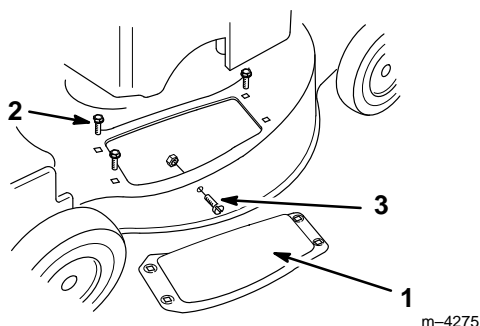

Figure 2
3. Retirer les trois boulons de fixation de la plaque d'obturation du carter de tondeuse (Fig. 2). Conserver soigneusement la plaque et les boulons pour un remontage ultérieur éventuel.
4. Retirer la vis et l'écrou se trouvant sur le côté du carter de tondeuse (Fig. 2). Les conserver pour les utiliser ultérieurement.